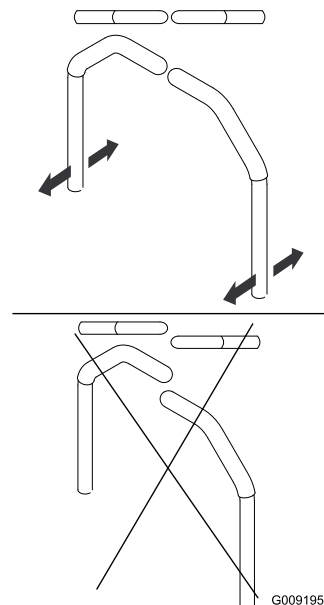

Figure 84
4. Réglez l'alignement avant/arrière des leviers en les plaçant tous deux à la position **POINT MORT**, puis faites-les coulisser jusqu'à ce qu'ils soient alignés, et serrez les boulons (**Figure 84**).